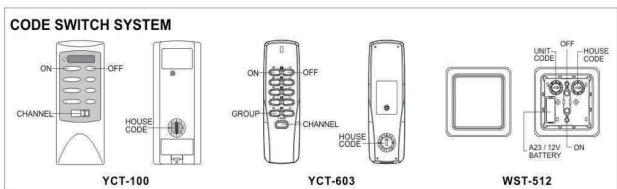

Fig.4
- * Dezelfde procedure om te koppelen met de codeschakelaar van de boogzender. (afb. 4)
Zender met codeschakelaar (fig. 4)